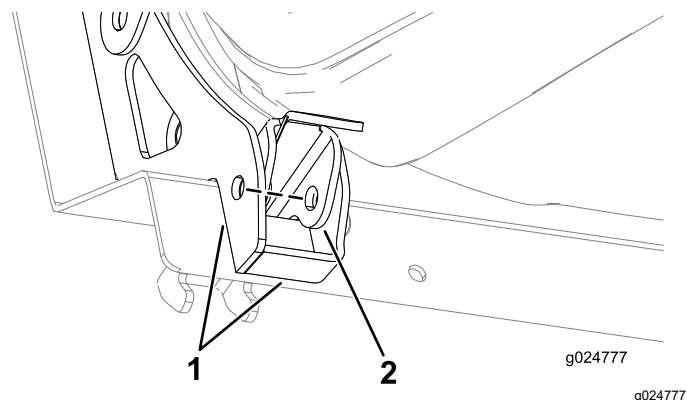

Figura 22
5. Alinhe os furos no trinco com os furos nas placas de reforço do banco (Figura 22).